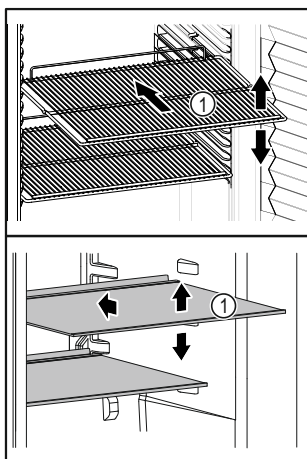

Fig. 5 Примерное изображение
- ❑ Если полки для хранения Fig. 5 (1) можно переставлять, отрегулируйте высоту их установки.
- ❑ Не закрывайте вентиляционную щель (2) вентилятора циркуляционного воздуха во внутренней камере.